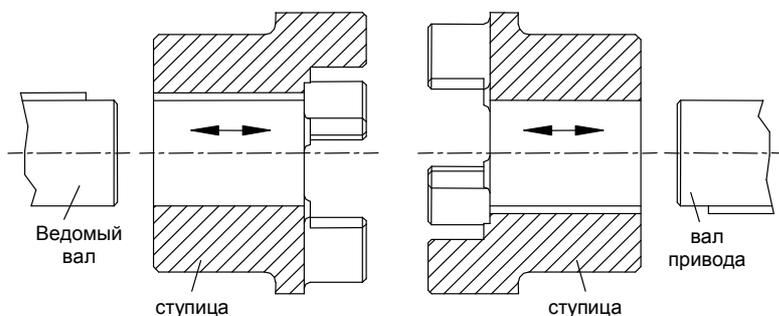

Рис. 10: Монтаж ступиц
- Установите ступицы на валах приводной и ведомой стороны (см. рис. 10).